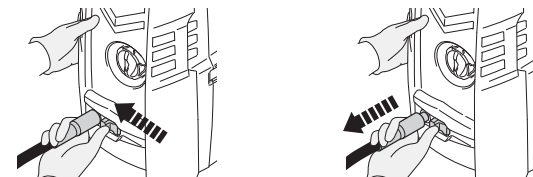

Fig. 26
- Appuyez sur le bouton de déblocage du tuyau haute pression (15), puis séparez celui-ci de la sortie d'eau (4) en tirant dessus (Fig. 26).